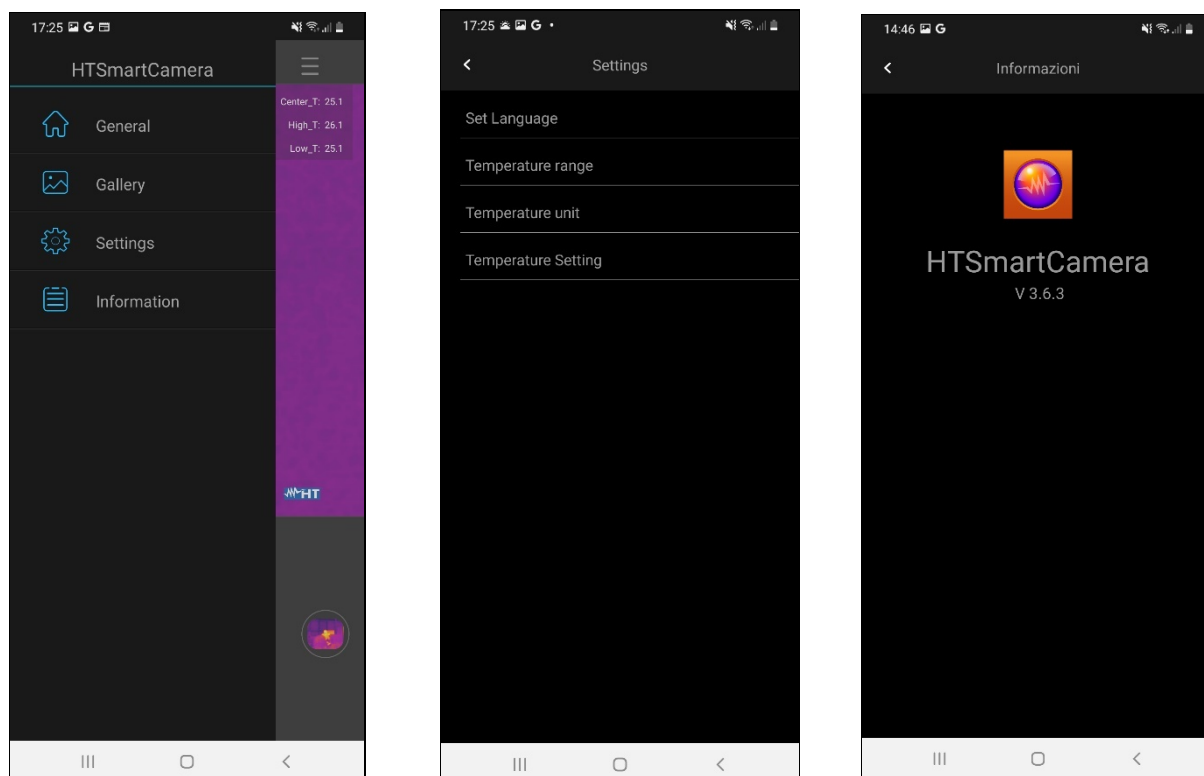

Fig. 4: Menu général
1. Touchez l'icône  pour entrer dans le menu général de l'application. L'écran de la Fig. 4- côté gauche s'affiche à l'écran
Touchez cette icône pour entrer dans la section "Paramètres" (voir Fig. 4- partie centrale)
Touchez cette icône pour entrer dans la section "Informations" qui affiche la version de l'application (voir Fig. 4- côté droit)